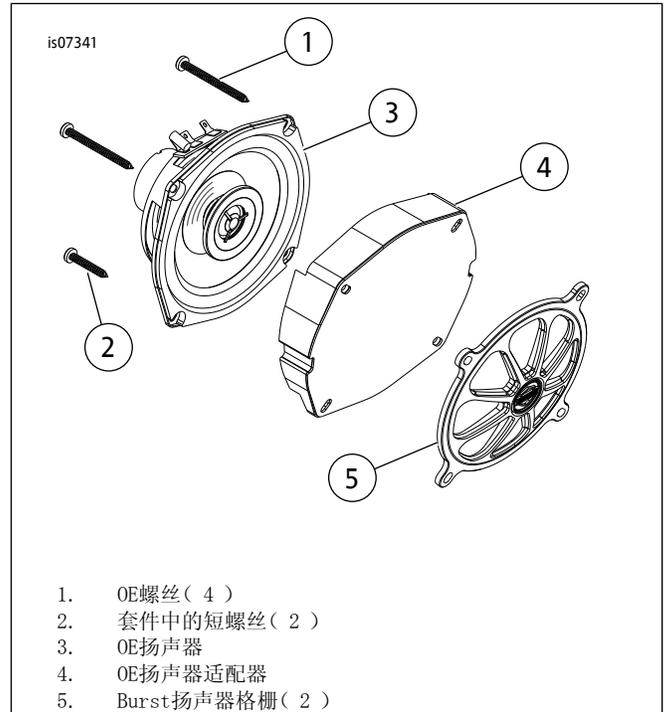

图1. 原厂设备(OE)扬声器安装(图中显示左侧)
4. 对于配备OE扬声器的车型：保留扬声器螺丝(图1，项目1)待用。
1. 参见图1。将Burst扬声器格栅(5)靠在适配器(4)表面，按照所示方式定位适配器较厚的边缘。